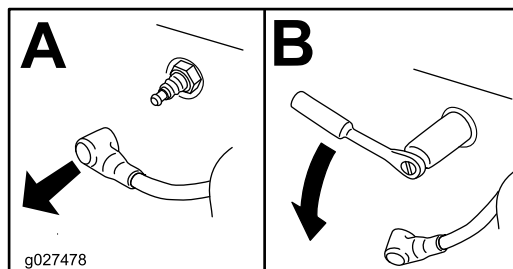

Рисунок 20
4. Снимите свечу зажигания (Рисунок 20).